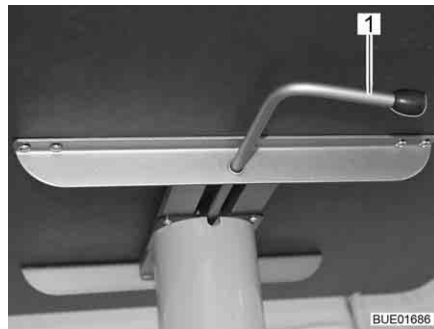

Fig. 81 Tavolo rialzabile
- Ruotare la leva di serraggio (Fig. 81,1) verso sinistra. Il bloccaggio del meccanismo di sollevamento è aperto.
- Ruotare la leva di serraggio (Fig. 81,1) verso destra (Fig. 81). Il meccanismo di sollevamento è bloccato.
- Ruotare la leva di serraggio (Fig. 81,1) verso sinistra. Il bloccaggio del meccanismo di sollevamento è aperto. Il piano del tavolo si sposta verso l'alto fino al fine corsa.
- Ruotare la leva di serraggio verso destra (Fig. 81). Il meccanismo di sollevamento è bloccato.